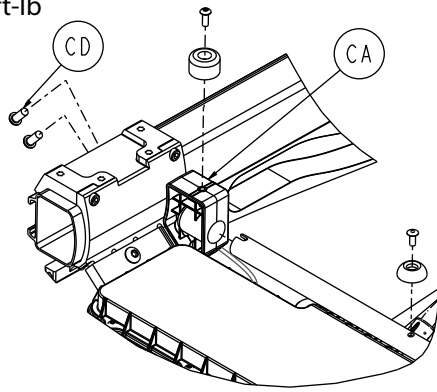

Figure 91 – Retirer le boîtier du pare-chocs du relève-jambes
7. À l'aide d'une clé Torx T27, retirer les deux vis d'assemblage à tête ronde (CD) qui fixent le boîtier du pare-chocs du relève-jambes (CA) au support de fixation (Figure 91). Retirer et conserver le boîtier de pare-chocs du relève-jambes. Conserver les vis. Répéter pour l'autre côté.